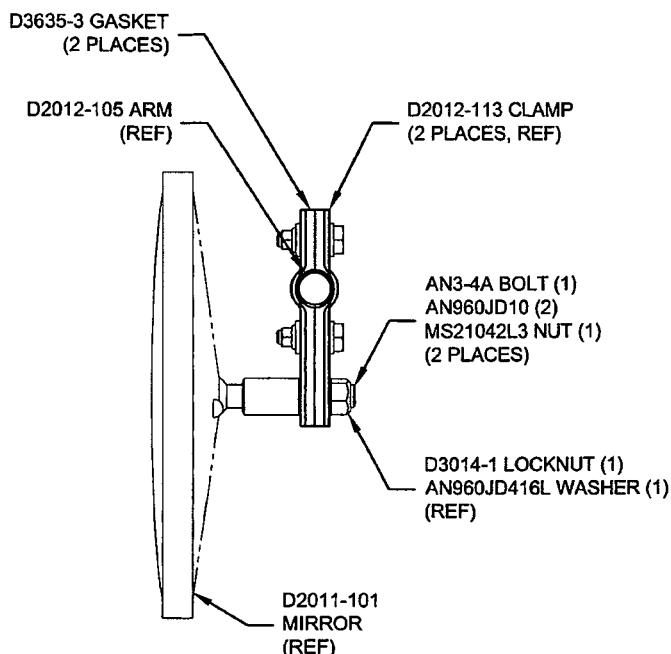

FIGURE 5: D350-561-045 INSTALLATION
- 7) IF INSTALLING THE D350-561-143 KIT, INSTALL D350-561-045 MIRROR KIT PER FIGURE 5 OF DS1 9379.